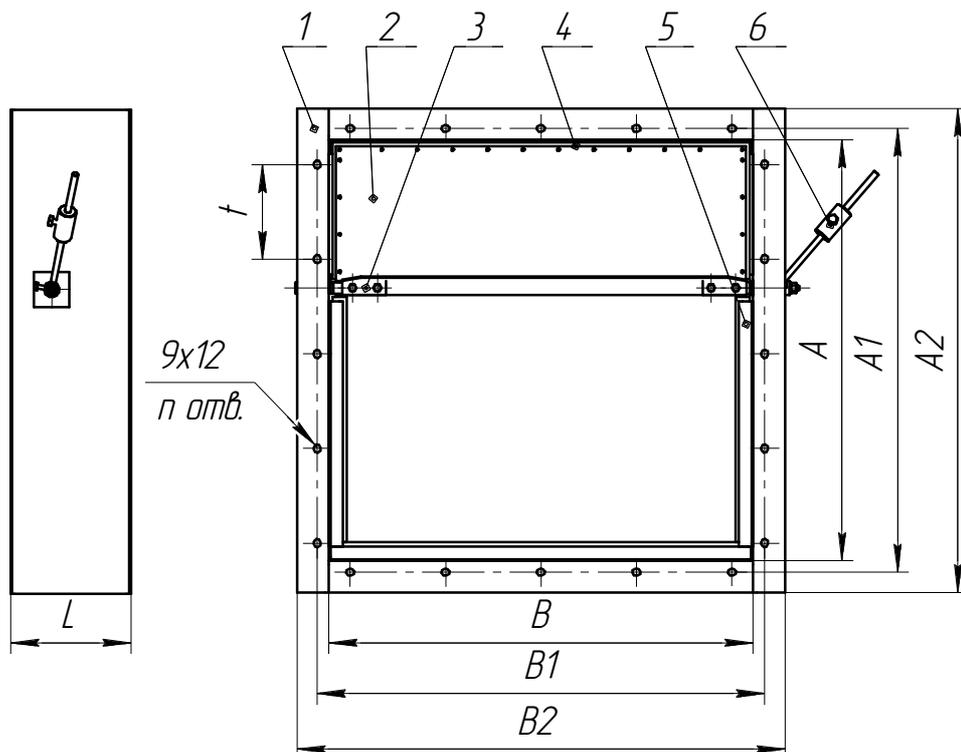

Рисунок 2 - Клапан обратный взрывозащищенный АЗЕ 102, АЗЕ 103, АЗЕ 104
4.2 Клапан обратный прямоугольного (АЗЕ 102.000 ÷ АЗЕ 104.000) сечения состоит из следующих основных узлов: (рисунок 2): корпуса (поз.1), полотна (поз.2), полуосей (поз.3), латунных накладок (поз.4), упоров (поз.5), рычага (поз.6).